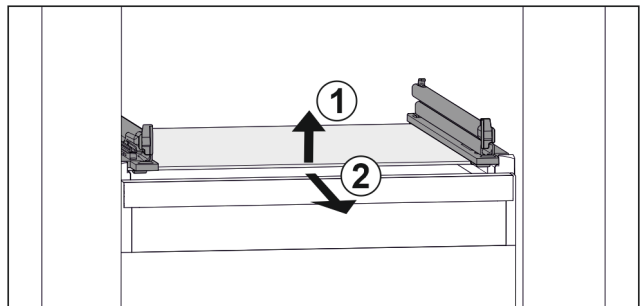

Fig. 109 Примерное отображение стеклнной пластины
- ▶ Приподнимите стеклнную пластину спереди. Fig. 109 (1)
- ▶ Извлеките стеклнную пластину движением вперед. Fig. 109 (2)